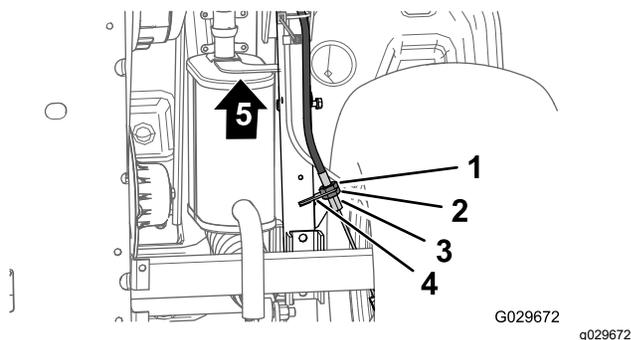

图 68
3. 在机器的底部将手刹拉索螺纹调节器的后锁紧螺母松开 4 圈 图 68。
4. 拧紧前锁紧螺母 图 68。
- A. 将手刹拉索螺纹调节器的前锁紧螺母 图 68 松开 1 圈。
- B. 拧紧后锁紧螺母 图 68。
- A. 将手刹拉索螺纹调节器的后锁紧螺母 图 68 松开 1 圈。
- B. 拧紧前锁紧螺母 图 68。